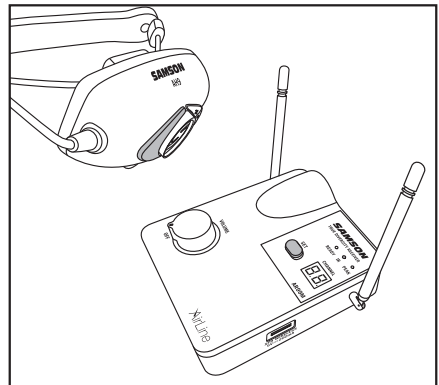

Figure 2
7. Positionnez l'émetteur AH9 à environ 15-30 cm (6 à 12 po) de l'avant de l'AR99m avec la fenêtre IR de l'émetteur face à l'émetteur IR sur le panneau avant du récepteur AR99m (figure 2).